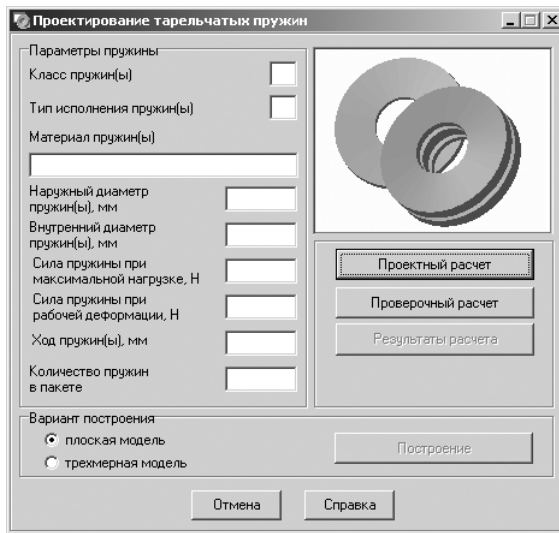

Рис. 4.47. Главное окно системы **Проектирование тарельчатых пружин**
- щелкните дважды в окне системы управления библиотеками **Менеджера библиотек** (см. рис. 4.5) по подключаемой системе – **Пружина тарельчатая**. Через некоторое время появится главное окно системы **Проектирование тарельчатых пружин**, представленное на рис. 4.47.